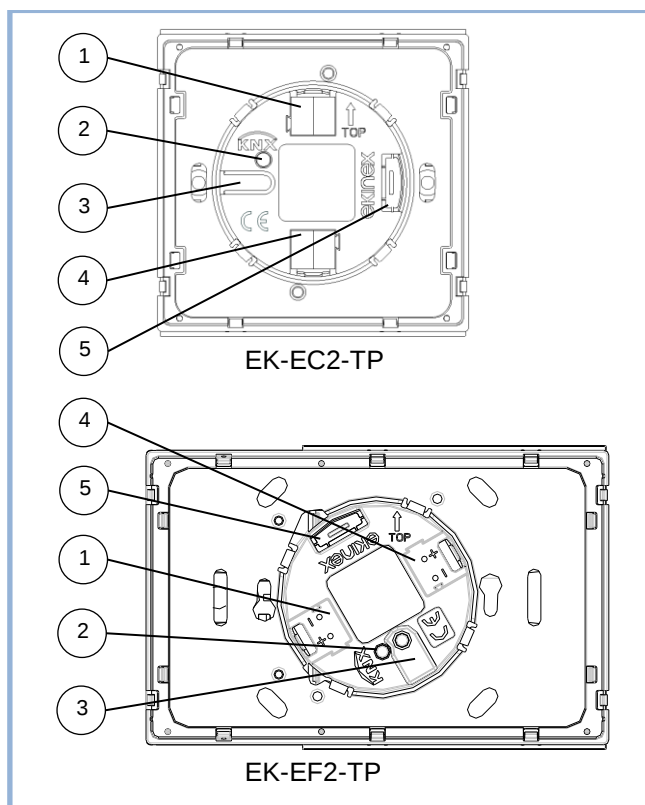

Figura 1
- commutare il funzionamento dell'apparecchio in modalità di programmazione premendo l'apposito pulsante situato sul retro dell'apparecchio (vedi Figura 1). In questa modalità di funzionamento il LED di programmazione è acceso;